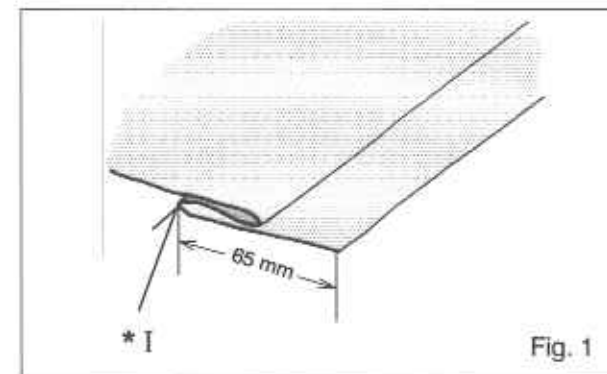

Fig. 1
1. Turn up the hem to the required depth and press. Fold the hem back against the *right* side of the garment, creating a *soft* fold on the *wrong* side of the fabric – see Fig. 1.
1. Replier le tissu sur l'envers à la profondeur désirée pour l'ourlet et repasser le pli. Rabattre l'ourlet vers l'endroit du tissu en ne laissant dépasser qu'un faible bord du côté envers (Fig. 1).
Con el reverso del material hacia arriba hacer cuidadosamente el primer pliegue trayendo el resto del material de la izquierda para hacer un segundo pliegue o doblado en la parte superior cerca del borde del material (Ver Fig. 1).
1. Vouw de zoom in de stof op de door u gewenste zoombreedte en pers deze vlak. Vouw de zoom terug naar de juiste kant van het kledingstuk, zodat er een flauwe vouw komt, aan de verkeerde kant van de stof. Zie Fig. 1.